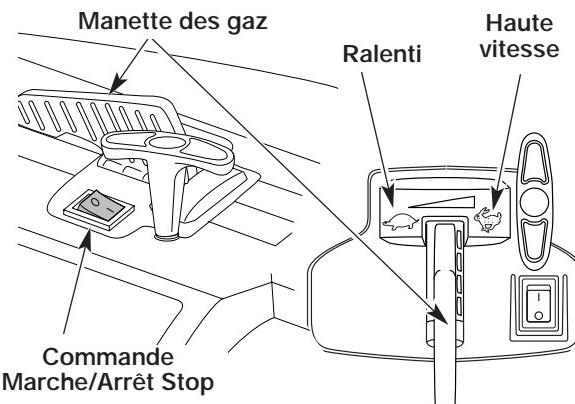

Fig. 10
- REMARQUE :** Il n'est pas nécessaire de faire démarrer la machine. La commande On/Off (Arrêt/Marche) est en position ON (I) en permanence (Fig. 10)